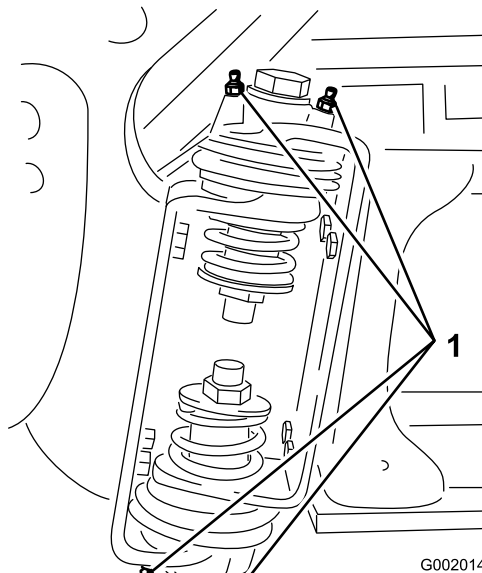

Figura 44
2. Pompate del grasso nel raccordo di ogni cuscinetto o boccia Figura 44.